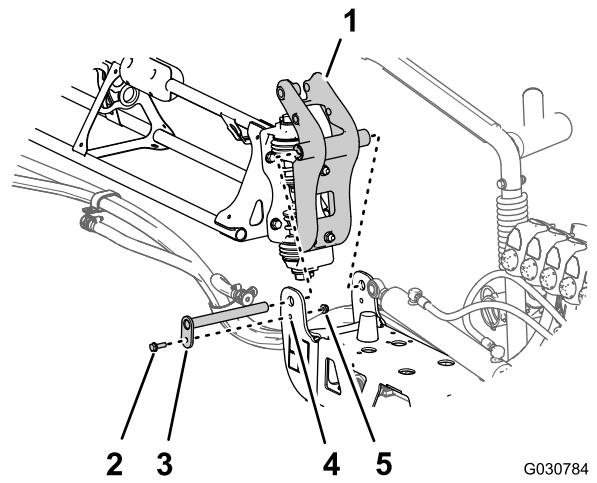

图 122
3. 将枢轴接头内的轴套与外侧喷洒段末端处枢轴支架的法兰对齐 图 122。